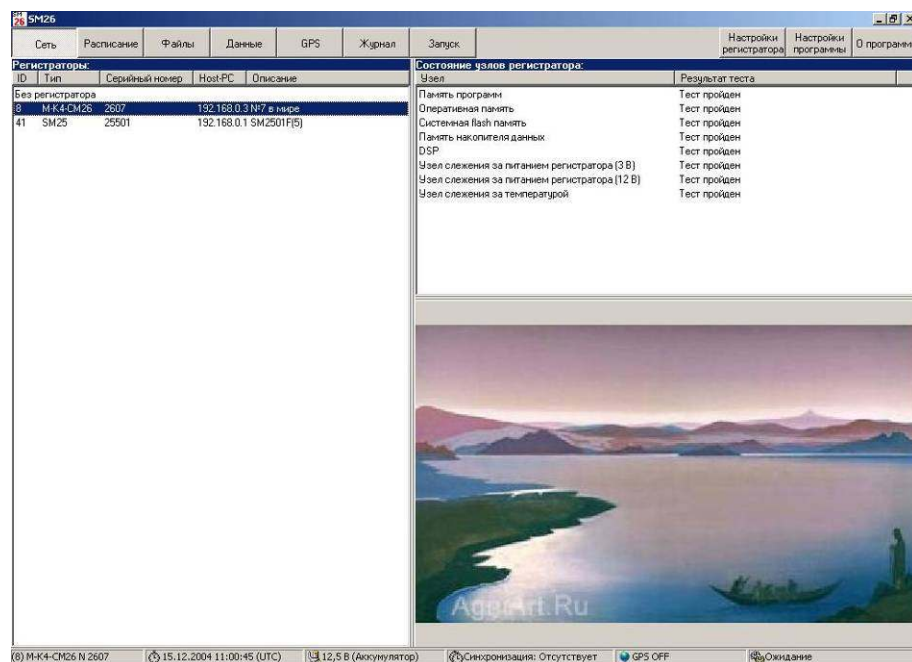

Рисунок 3.1- Главное окно программы.
3.3.1 При запуске программы **SM26.exe** на экране host-PC появляется главное окно (рис. 3.1), состоящее из:
С помощью вкладки **Сеть** (рис. 3.1) осуществляются все основные операции по организации связи host-PC с регистратором или группы регистраторов и выбор регистратора, с которым будет выполняться работа.